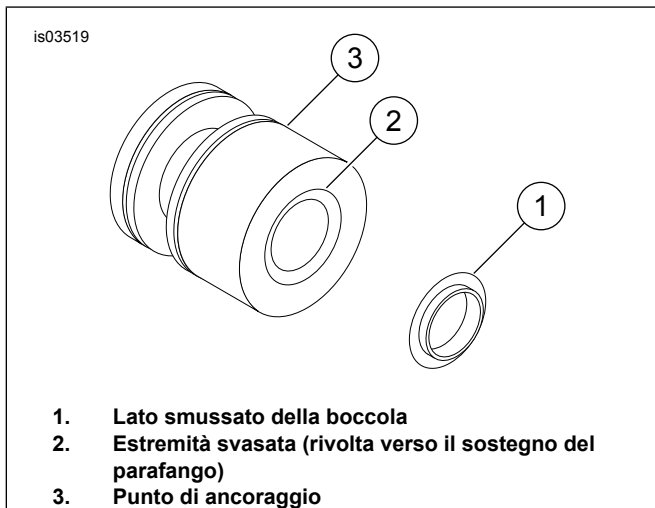
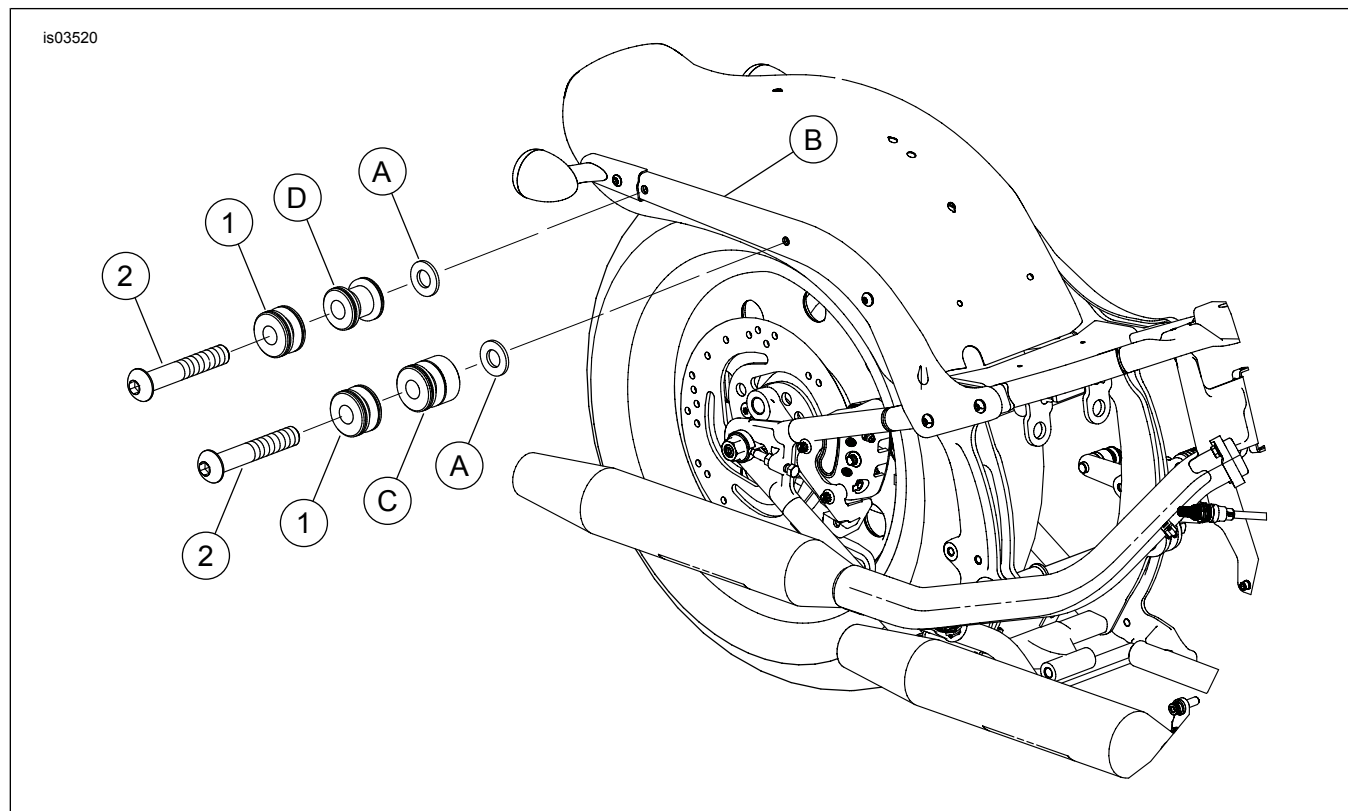

Figura 3. Punto di ancoraggio e boccola
Figura 4. Parti di ricambio: kit bulloneria di ancoraggio borsa portapacchi rimovibile modelli Softail
Vedere Figura 4 e Tabella 1.
3. Vedere Figura 4. Collocare una boccola (A) in ciascun foro del sostegno del parafango (B). Il lato smussato delle boccole (Figura 3, elemento 1) è rivolto verso la parte opposta del parafango.
4. Installare i punti di ancoraggio, anteriori e posteriori (C, D). Per ciascun punto di ancoraggio, collocare il lato svasato del punto di ancoraggio in modo che si inserisca nella boccola (Figura 3, elemento 2).